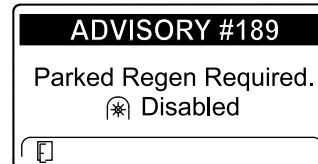

Bild 48
- Wenn Sie eine geparkte Regenerierung nicht innerhalb von zwei Stunden durchführen, wird im InfoCenter „Parked regeneration required – power takeoff disabled ADVISORY #189“ angezeigt (Bild 48).